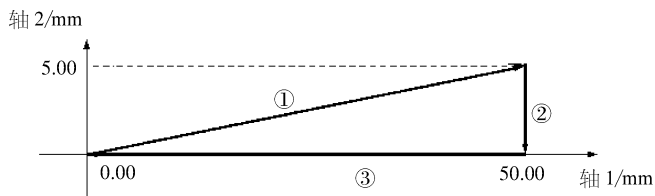

图 7-110 直线插补过程
例 7.4 通过 MC_MoveLinear 指令的多次执行完成两轴直线插补过程, 如图 7-110 所示, 从原点出发经过直线①、②、③, 最后返回到原点并停止。(轴 1, 轴 2) 的过程顺序: (0.00mm, 0.00mm)→(50.00mm, 5.00mm)→(50.00mm, 0.00mm)→(0.00mm, 0.00mm)。